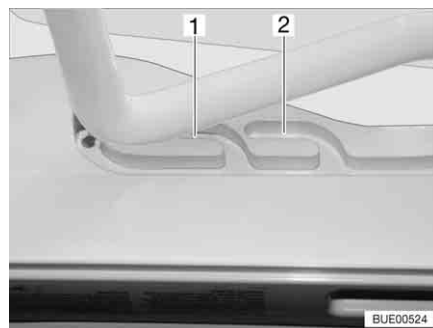
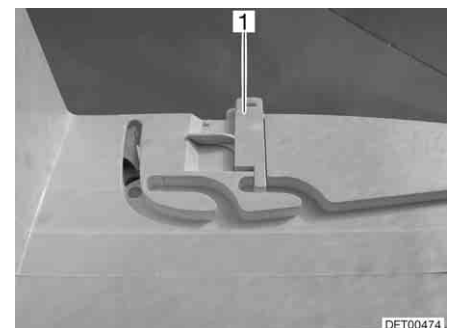

Fig. 56 Lanterneau Heki en position de ventilation
Fig. 57 Verrouillage position de ventilation
Il est possible d'amener le lanterneau Heki en deux positions de ventilation : Position pour mauvais temps (Fig. 56,1) et position intermédiaire (Fig. 56,2). Suivant le modèle, il est possible de verrouiller le lanterneau en position intermédiaire avec le verrou (Fig. 57,1).
- Pousser légèrement l'étrier vers le haut, le pousser dans la glissière choisie (Fig. 56,1 ou 2) et le verrouiller si nécessaire.